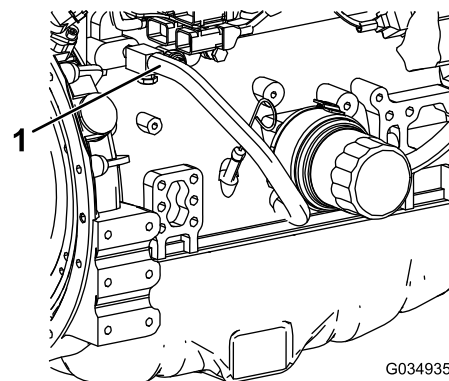

Figura 126
7. Retire o tubo do líquido de refrigeração da refrigeração de óleo do motor (Figura 126).